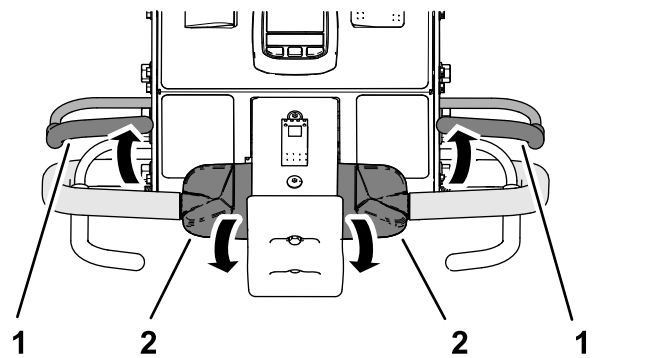

图 34
3. 在抓住牵引控制装置的同时松开操作员到位把手 图 34。